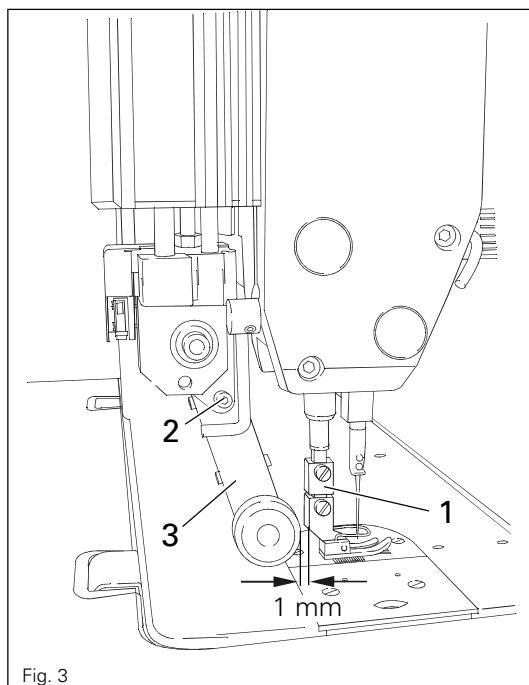

Fig. 3
- Montar el adaptador 1 en la barra del prensador, tal como se muestra en la Fig. 3.